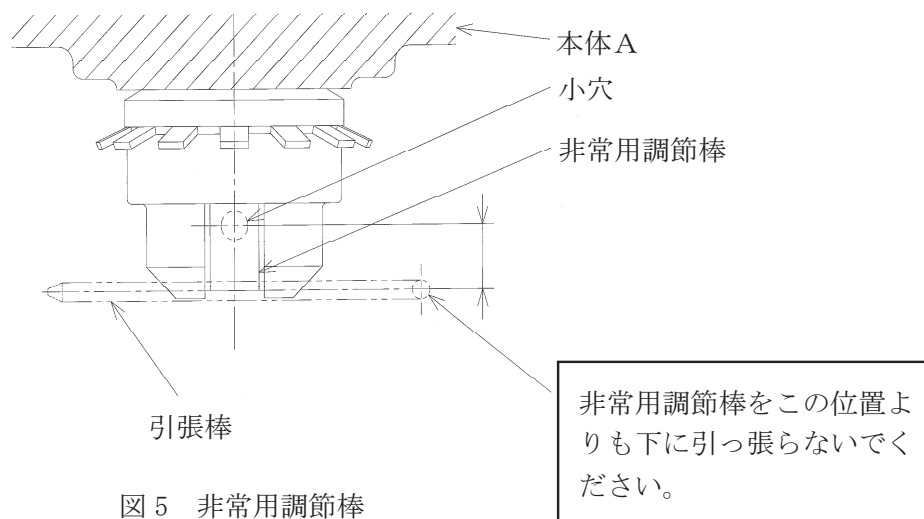

図 5 非常用調節棒
- (1) 本体 A の下に非常用調節棒があります。正常の作動の場合には非常用調節棒を使用する必要はありません。この非常用調節棒は、非常の場合、例えばセンサが破損したために液体温度が異常に上昇したような場合のみ使用します。
- (2) エレメントが正常に作動しているかどうかは非常用調節棒の下端の動きを見ると分かります。
- (3) 非常用調節棒を引張ったり回転したりし易いよう引張棒が付属しています。通常は引張棒を非常用調節棒に差し込まず、ぶら下げておいてください。調節すべき液体の温度が異常に上昇したとき、非常用調節棒の小穴に引張棒を差し込んで下に引張り、90 度右回転して固定します。(図 5 参照)